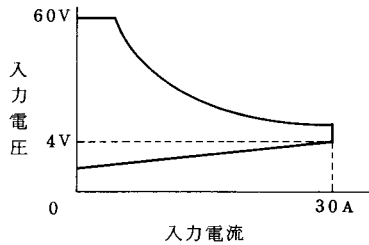

図 2-1-1
- 入力電圧の範囲は、DC 4V～60V です。（図 2-1-1 参照）